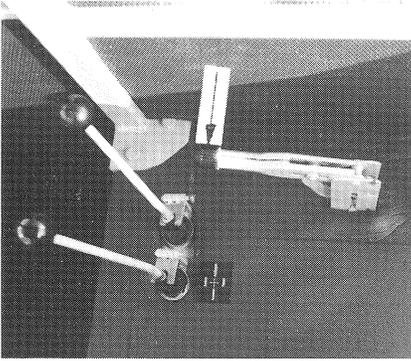

Bild 51
Die Einstellung der Feststellbremse wird am Drehgriff des Handhebels (Bild 51/Pfeil) vorgenommen.
- Handhebel in seine entlastete Stellung bringen (Bild 51),